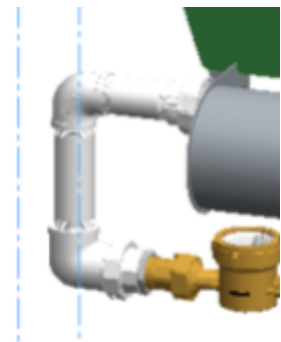

Figure 20.
- Fixez la dérivation sur le réservoir de mélange au niveau du repère « Water in ». **Attention** : la dérivation doit être montée de manière à déboucher sous le réservoir de mélange. Voir figure 20.